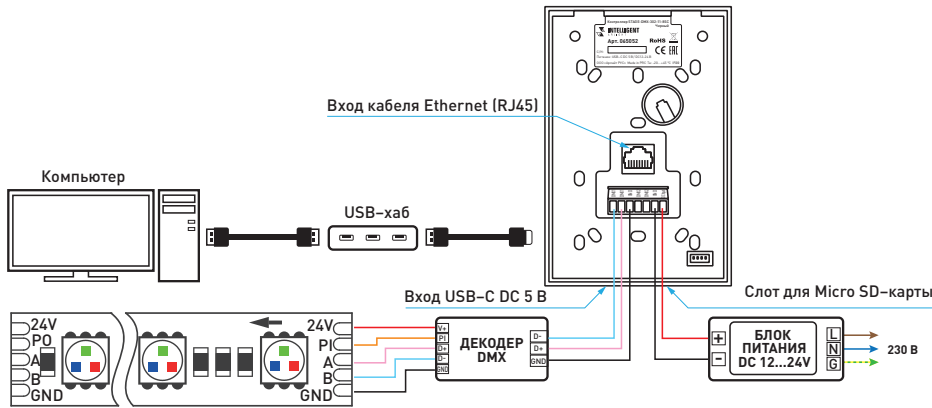

Рис. 2. Схема подключения контроллера
- 3.2. Подключите контроллер согласно схеме, как показано на рис. 2.